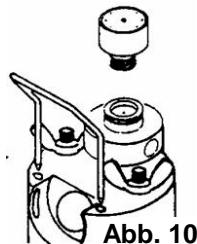

Abb. 10
- Schrauben Sie die Luftregulierungsschraube ab und ziehen Sie die Gabel heraus (Abb. 10).